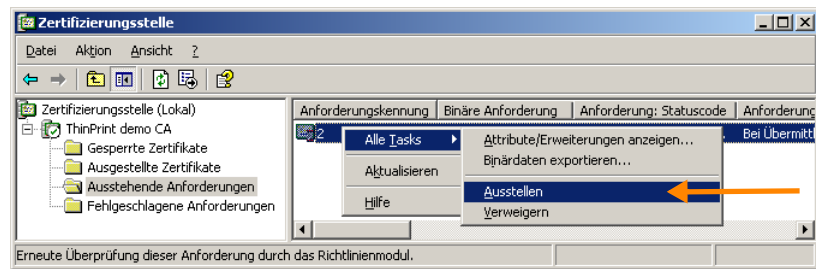
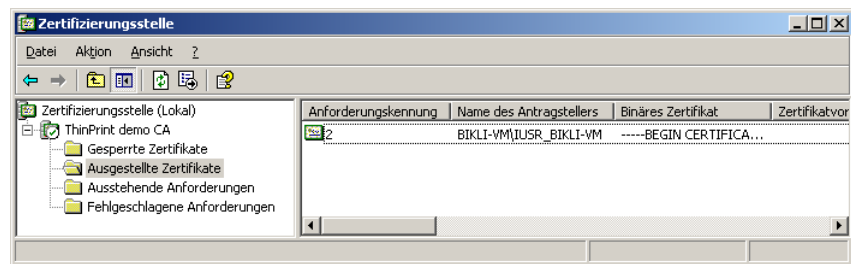

Bild 33 Zertifizierungsstelle des Servers: angefordertes Zertifikat ausstellen im Ordner AUSSTEHENDE ANFORDERUNGEN
Bild 34 Zertifizierungsstelle des Servers: ausgestelltes Zertifikat im Ordner AUSGESTELLTE ZERTIFIKATE
in den Ordner ZERTIFIZIERUNGSTELLE. Hier finden Sie unter AUSSTEHENDE ANFORDERUNGEN die angeforderten Zertifikate (Bild 33).
- Markieren Sie das Zertifikat und wählen mit der rechten Maustaste ALLE TASKS → AUSSTELLEN (BILD 33). Damit stellen Sie das Client-Zertifikat aus und unterschreiben es mit dem Stammzertifikat des Servers. Das Client-Zertifikat verschwindet dann aus dem Ordner AUSSTEHENDE ANFORDERUNGEN und befindet sich nun im Ordner AUSGESTELLTE ZERTIFIKATE (Bild 34).